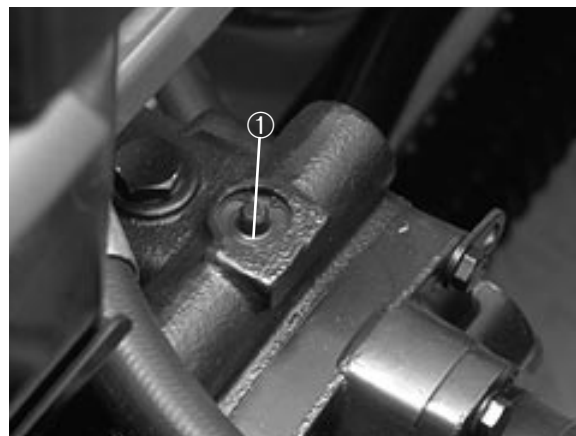

Fig. 18
1. Omløpsventilen sitter oppå den variable fortrenningspumpen (fig. 18). Drei ventilen 90° i den ene eller den andre retning slik at ventilen åpnes og oljen omløper innvendig. Fordi oljen omløper kan maskinen langsomt flyttes uten at gearkassen blir skadet.